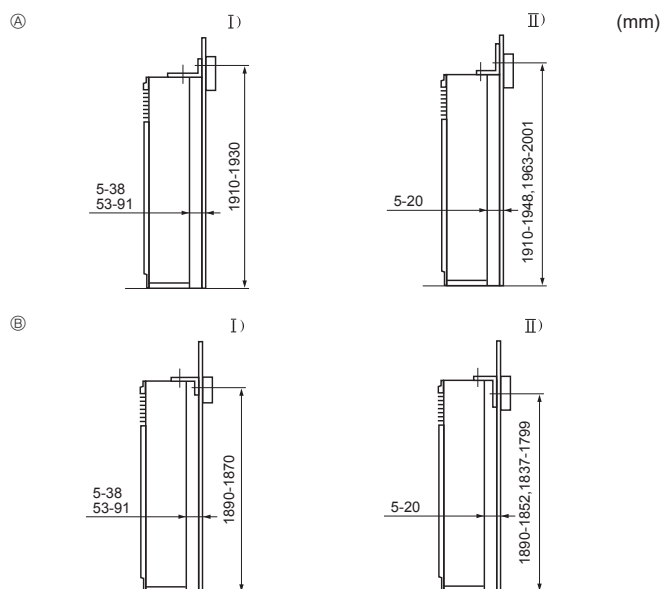

Fig. 3-3
- ① Vältskyddsfäste
Vältskyddsfästet ① sitter i ytan på enhetens överdel. Tag ur de självborrande skruvarna ② och sätt sedan tillbaka fästet som illustration visar. För rätt installationsavstånd, se Fig. 3-3.
3.3. Montering av vältskyddsfäste (Fig. 3-3)